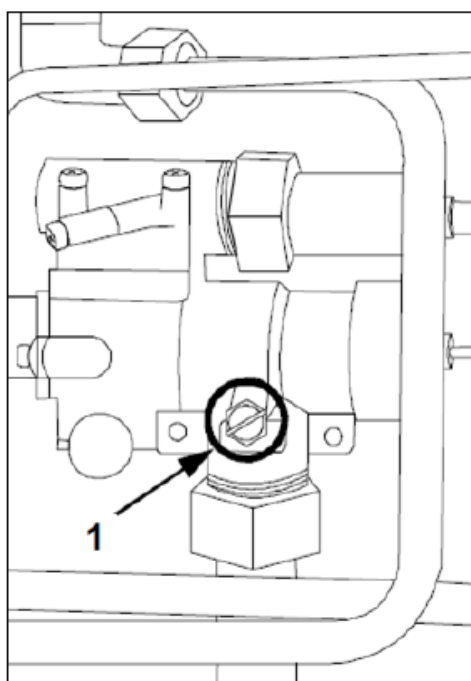

FIG.7
- 2) Draai de gasdichte schroef van het veiligheidsventiel (algemene kraan) los (FIG.7-Ref.1);
- 7) Draai de gasdichte schroef van het veiligheidsventiel weer vast (FIG.7-Ref.1);
- 8) Plaats het rechter (DX) zijpaneel van de oven terug en schroef het vast;